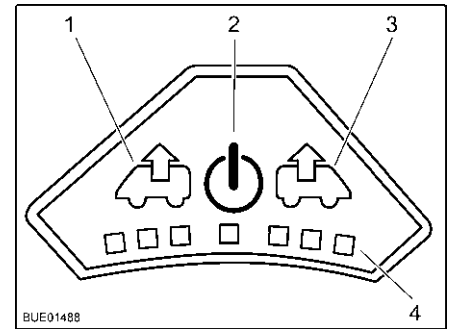

Fig. 71 Cuadro de mando del ventilador
Conectar: ■ Pulsar la tecla On/Off (Fig. 71,2). El ventilador funciona en el modo confort (extracción con la velocidad más baja del ventilador).
Extracción de aire: ■ Para aumentar la velocidad del ventilador: Pulsar la tecla de extracción (Fig. 71,1). La velocidad del ventilador aumenta un nivel en el sentido de extracción de aire. Los LEDs (Fig. 71,4) muestran los niveles de ajuste.
■ Para disminuir la velocidad del ventilador: Pulsar la tecla de ventilación (Fig. 71,3). La velocidad del ventilador disminuye un nivel.
- Para aumentar la velocidad del ventilador: Pulsar la tecla de ventilación (Fig. 71,3). La velocidad del ventilador aumenta un nivel en el sentido de ventilación. Los LEDs (Fig. 71,4) muestran los niveles de ajuste.
- Para disminuir la velocidad del ventilador: Pulsar la tecla de extracción (Fig. 71,1). La velocidad del ventilador disminuye un nivel.
- Pulsar la tecla On/Off (Fig. 71,2). El ventilador se detiene, los LEDs se apagan.